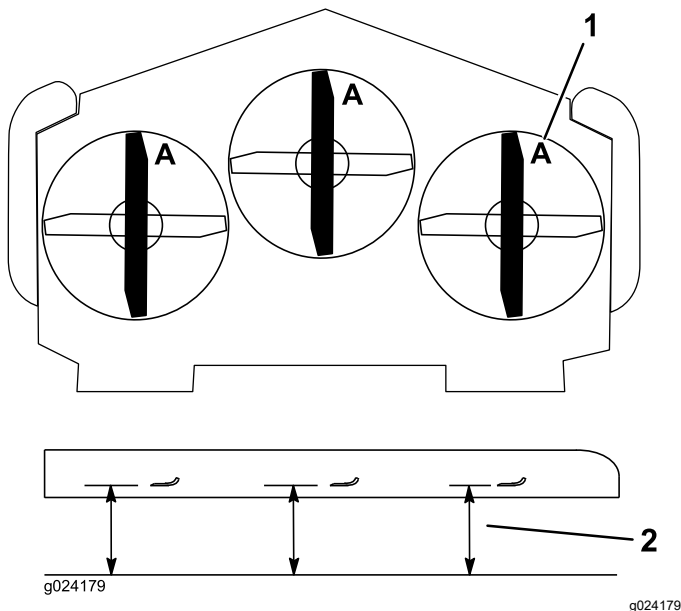

**Figura 80**
1. Inspeccione los filos de corte (Figura 80).
4. Si observa fisuras, desgaste o la formación de una ranura en esta zona, instale de inmediato una cuchilla nueva (Figura 80).